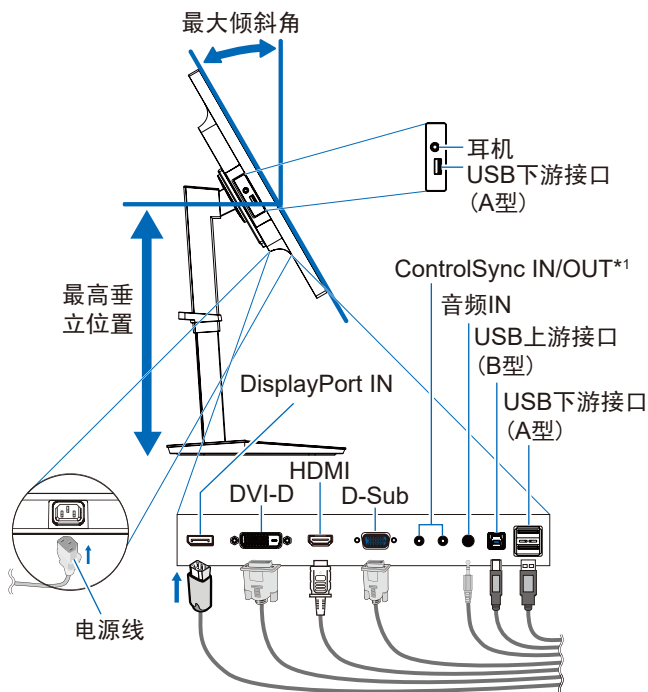
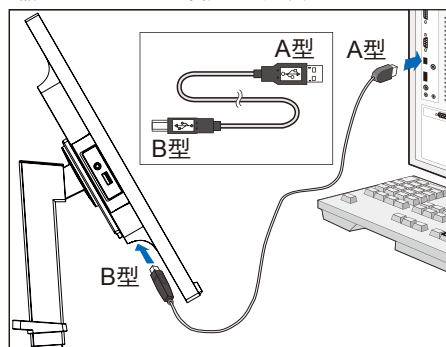

图 C.1
图 C.1a
- 连接所有的电缆线至适当的接头 (图 C.1)。当使用 USB 信号线时，将 B 型接头连接至显示器后侧的 USB 上游接口并且将 A 型接头连接至计算机的 USB 下游接口 (图 C.1a)。如果使用 USB 装置的电缆线，请插入在显示器的下游接口之一。